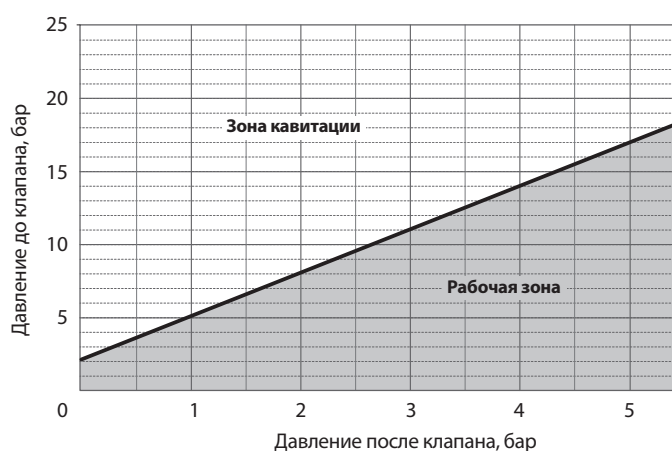

Рис. 1
- 1) проверить на применение по давлению до клапана и требуемому давлению после клапана (рис. 1);